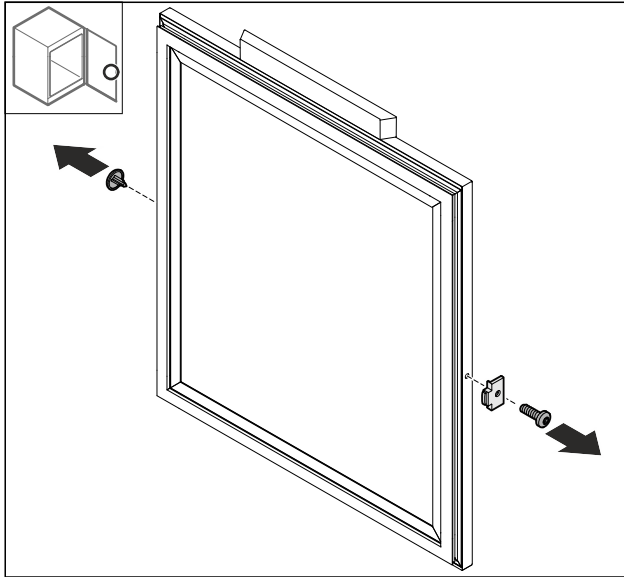

Fig. 48
- Abdeckung Fig. 48 (1) entfernen.
- Türstopper Fig. 48 (2) demontieren.